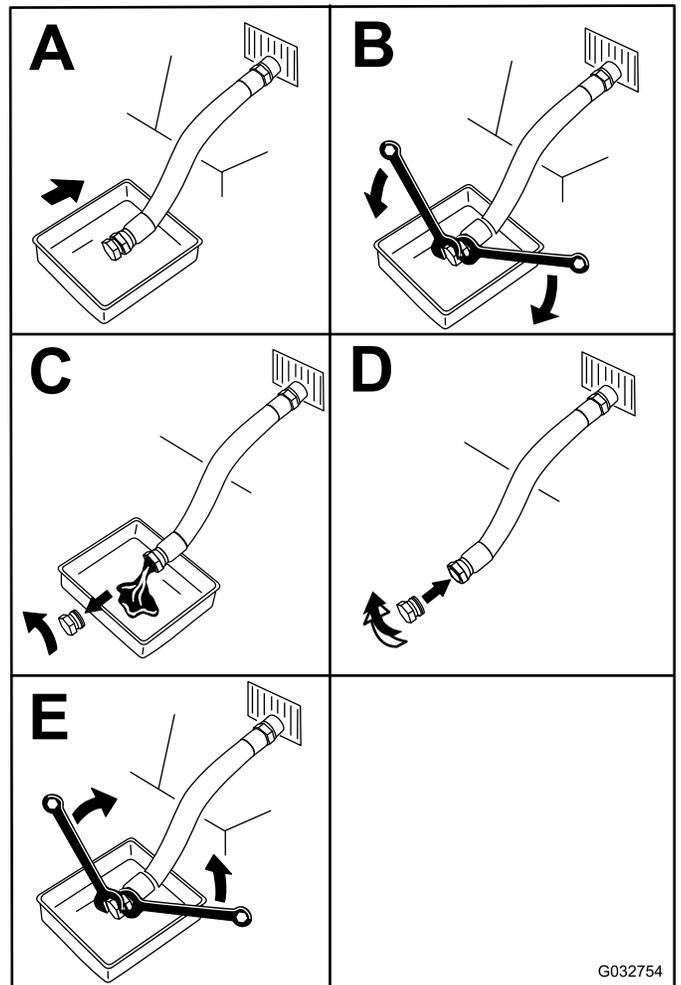

Figura 35
5. Cambiate l'olio (Figura 35).